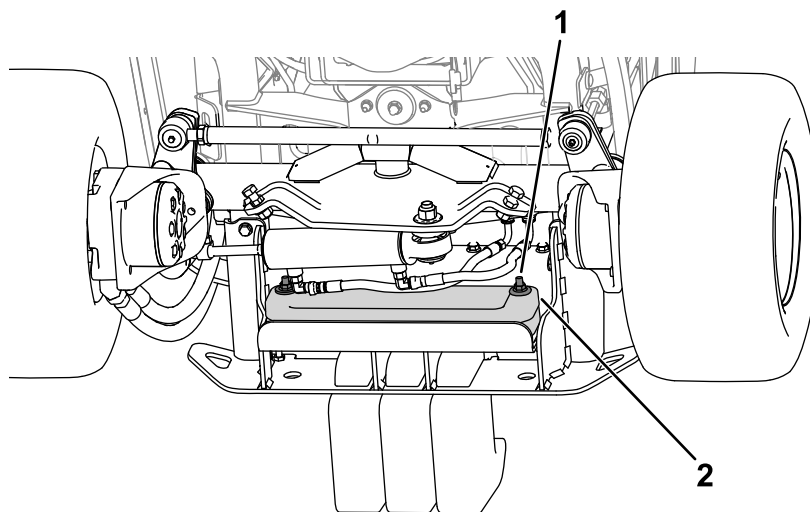

Figura 18
2. Utilice las fijaciones para sujetar los pesos al parachoques (Figura 18).